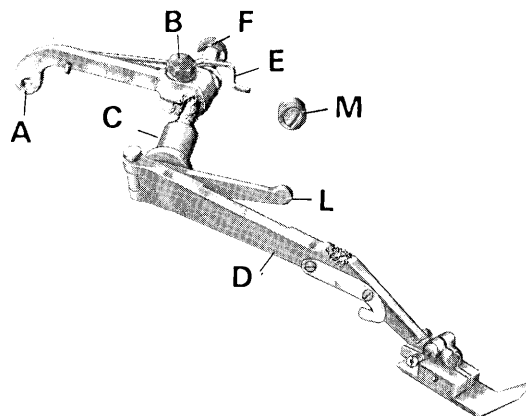

fig.12
e) **Bloccaggio e regolazione leva porta piedino (fig. 12)**